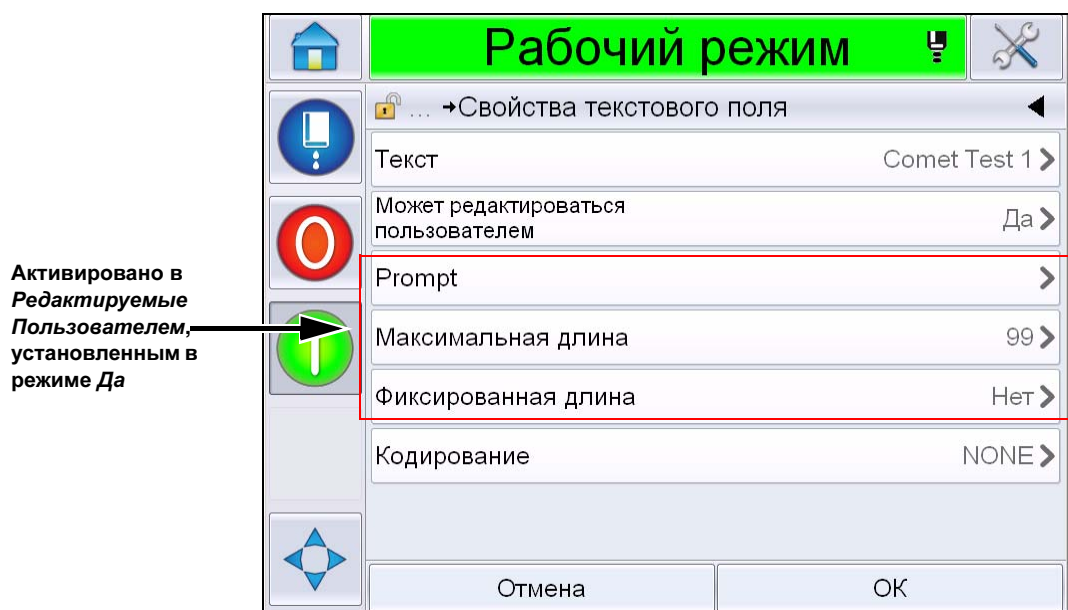

Рис. 5-56: Окно дополнительных свойств текстового поля
- 3 Нажмите *Редактируемые пользователем* и нажмите *Да*. Появится список дополнительных полей (смотрите Рис. 5-56 5-56 на стр. 5-69).